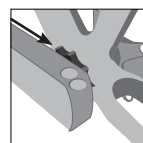

fig. 6
9. Stringere leggermente la vite M2 posta sulla ghiera per impedirne la rotazione (fig.6).